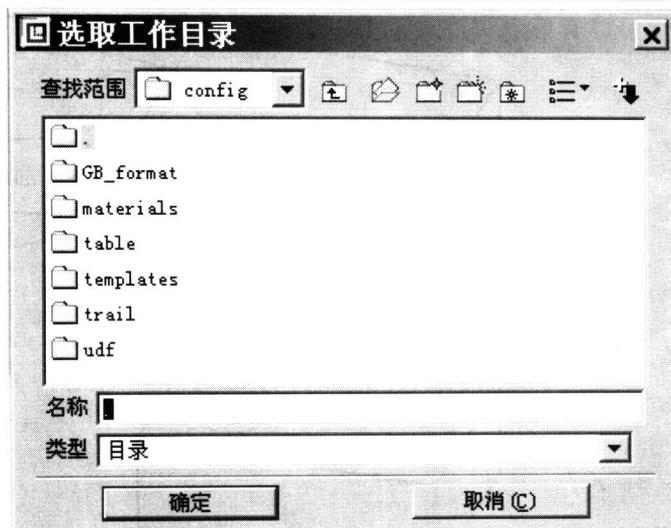

图 1-2
(1) 选择【文件】→【设置工作目录】命令，打开“选取工作目录”对话框，如图 1-2 所示。